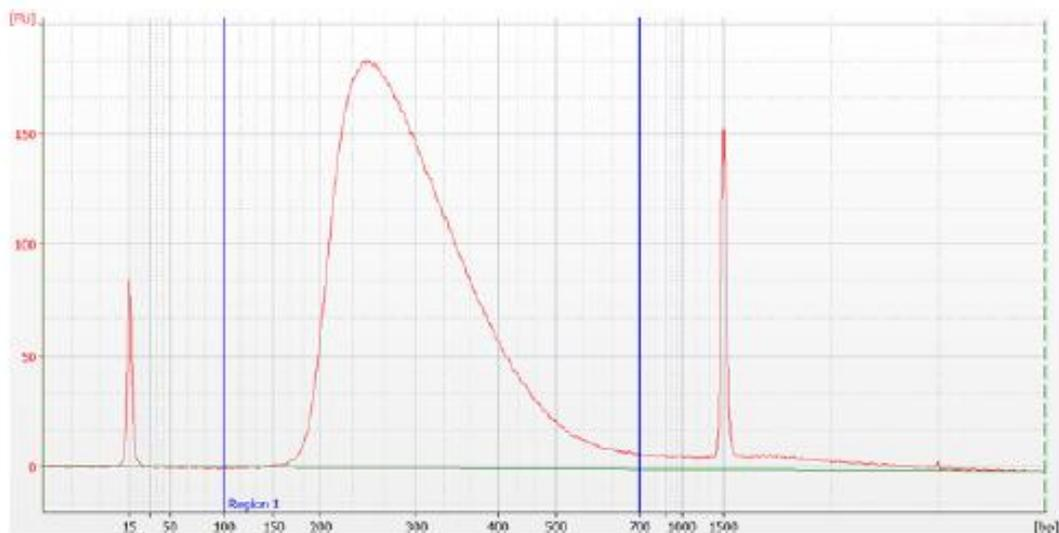

図 15 増幅されたアダプター付き DNA ライブラリの DNA1000 アッセイの泳動図。泳動図から 225 bp-275bp の位置に、シングルヌメアピークのピークトップが観察される。
9. 結果をチェックします。図 15 の泳動図のような分布が得られ、250-275 bp 付近の位置にピークがあることを確認します。